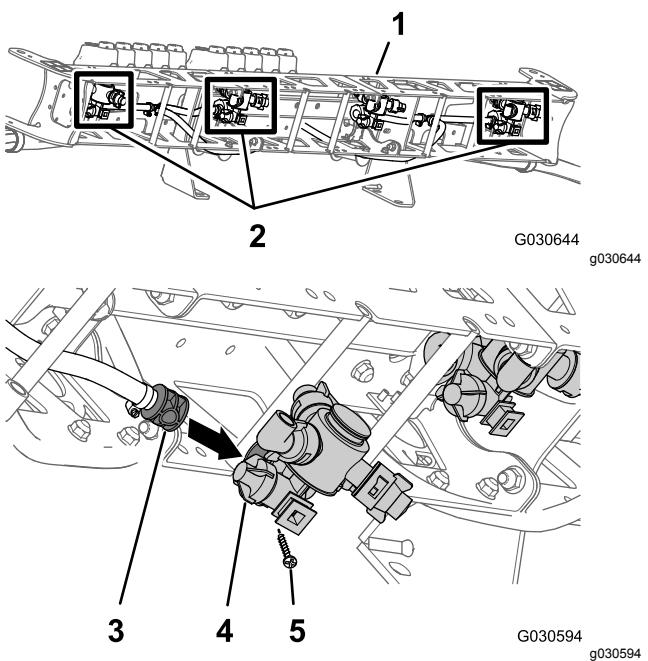
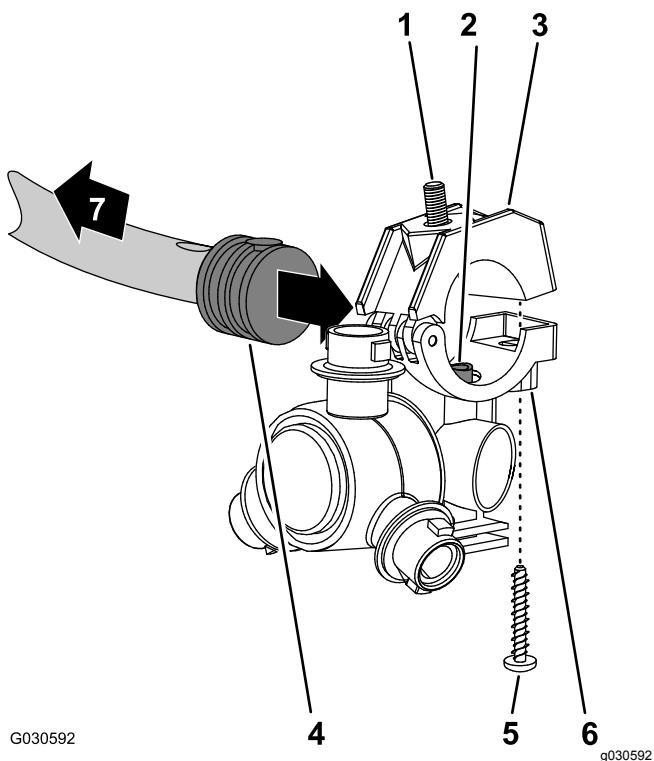

Figura 120
Figura 121
3. En la sección de brazo central, alinee el tubo de transferencia de la base de una boquilla del fumigador (Figura 120 y Figura 121) con
4. Cierre la mitad superior de la abrazadera alrededor del conector de manguera dentado y sujetela la mitad de la abrazadera y el cuerpo de la boquilla de fumigación (Figura 121) con el tornillo de acero inoxidable (Nº 12 x 1 1/4").